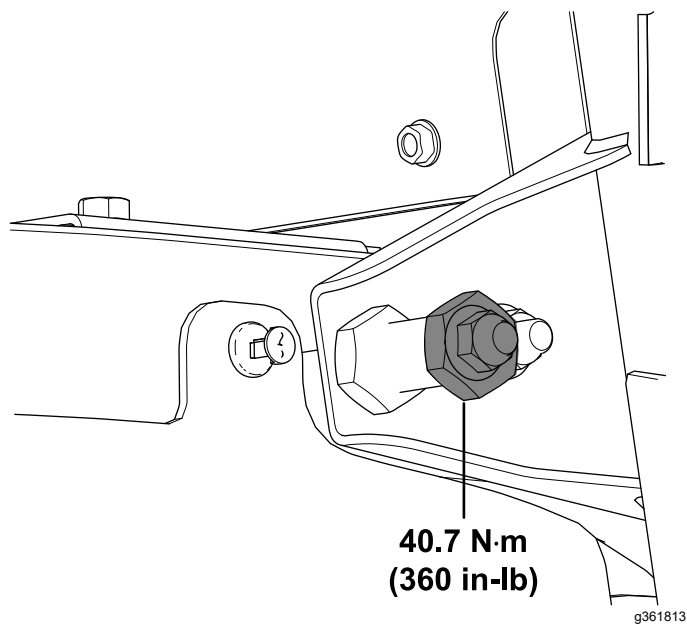

**Figure 33**
21. Serrez le contre-écrou ( $\frac{3}{8}$ ") à 40,7 N·m, comme montré à la Figure 33.